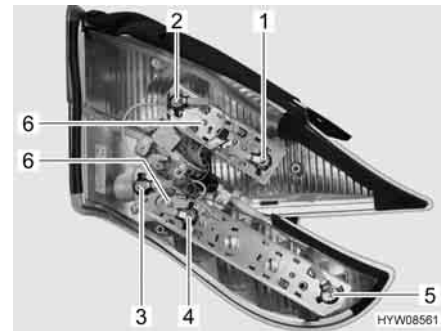

Fig. 119 Luci posteriori (lato posteriore)
- Svitare le due viti Torx (Fig. 119,6) del listello di supporto interessato sul lato posteriore dell'alloggiamento.